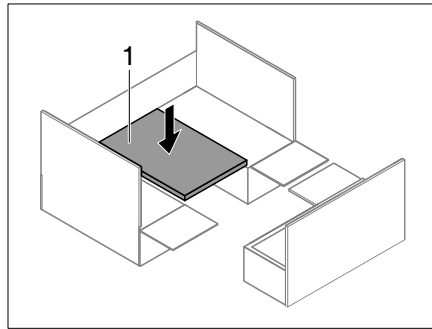

Fig. 234 Table accrochée vers le bas
- Faire passer la table accrochée (Fig. 234,1) du rail d'accrochage supérieur au rail d'accrochage inférieur.